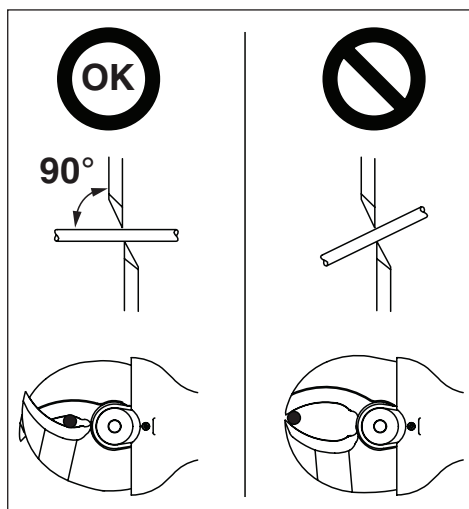

Figura 4, posicionamento do material nas lâminas
Coloque o material a ser cortado entre as lâminas do cortador, de forma que esteja perpendicular ao eixo da lâmina, conforme apresentado na Figura 4. Isto produzirá o corte da melhor qualidade.
2. Coloque o material a ser cortado entre as lâminas. Certifique que ele esteja perpendicular ao eixo da lâmina, conforme apresentado na Figura 4. Consulte as instruções na Seção 7.5 para informações adicionais.